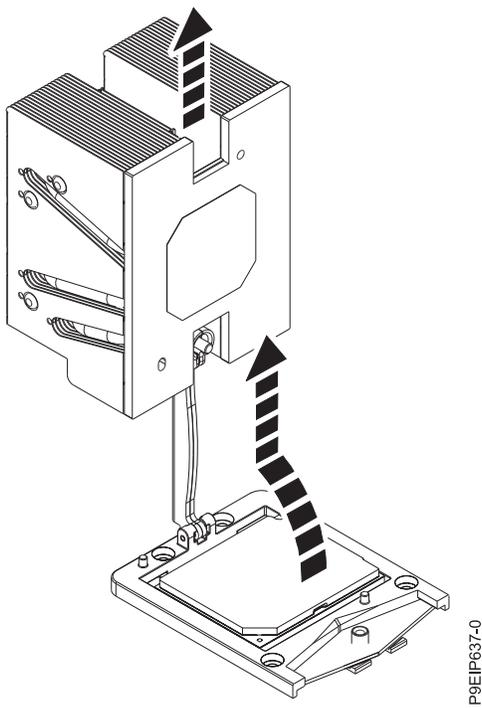

図 85. ロード・アームからヒート・シンクを持ち上げる
5. ヒート・シンク上で回転させて、持ち上げます。ロード・アームが回転して上がります。ヒート・シンクを回転させて、ロード・アームから持ち上げます。図 85 を参照してください。